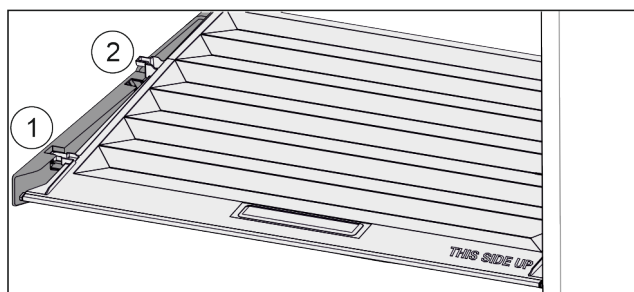

Fig. 27
- Vytáhněte víko dopředu až k otvoru v přídržných dílech Fig. 27 (1).
- Vzadu zespedu nadzvedněte a vyjměte směrem nahoru Fig. 27 (2).